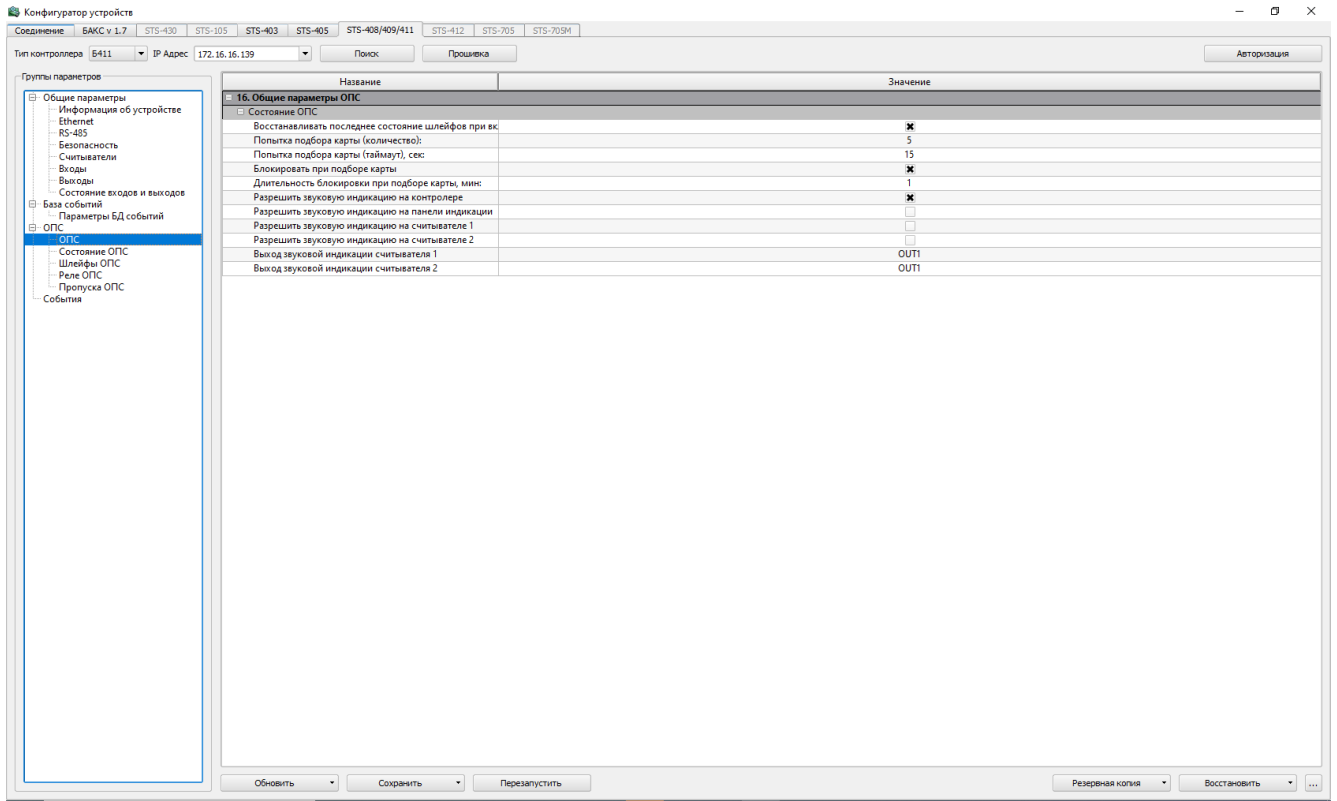

Рисунок 24 – ОПС
– ОПС – здесь возможно настроить оповещение на панели индикации, считывателях, приборе, а также некоторые другие параметры (рисунок 24).